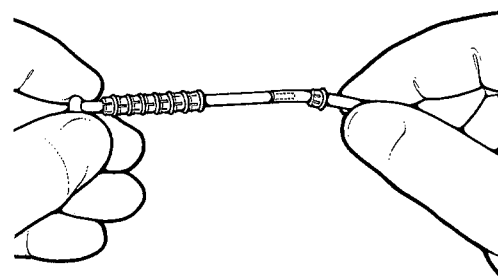

Figura 4-17. Anello di serraggio sul tubo
3. Far scorrere l'anello di serraggio nel tubo (**Figura 4-17**), assicurandosi che i dentini relativi siano rivolti verso l'estremità del tubo.